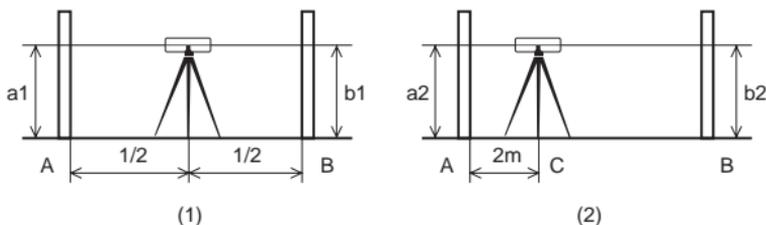

Figura 5
- ① Porre in stazione lo strumento esattamente fra due punti. Porre la stadia ben verticale sui punti A, B. Controllare la verticalità della stadia col cannocchiale e annotare le letture  $a_1$ ,  $b_1$  (Vedere figura 5(1)).
- ② Muovere lo strumento in posizione (punto C) a circa 2m da uno dei due punti A o B. Mettere in stazione lo strumento ed effettuare nuovamente le letture su  $a_2$ ,  $b_2$  (Vedere Figura 5(2)). Se il dislivello  $a_1 - b_1$  è diverso da  $a_2 - b_2$ , si richiede una rettifica.